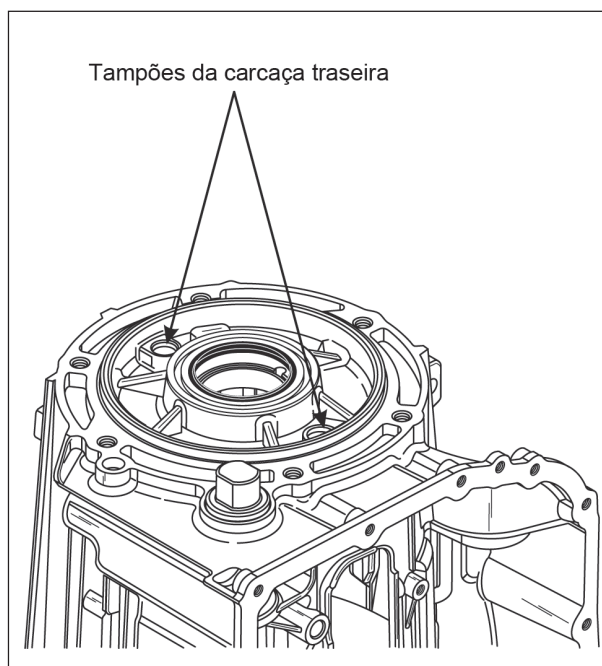

Figura 58
13. Instale novos tampões da carcaça, conforme necessário, conforme mostra a figura 58.